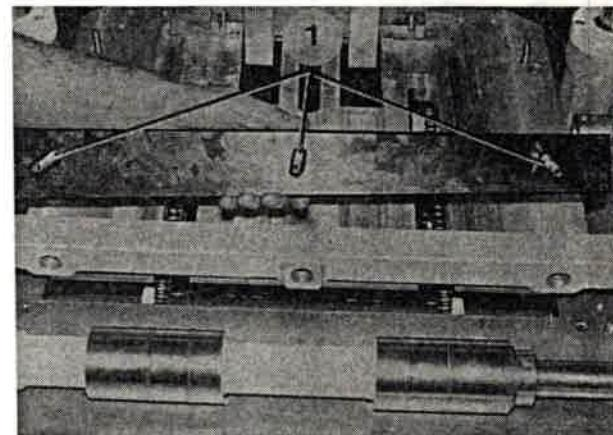

Bild 269
5. Oberes Schneidemesser herausziehen (Bild 269) und Federbolzen (Bild 269/1) ausbauen.